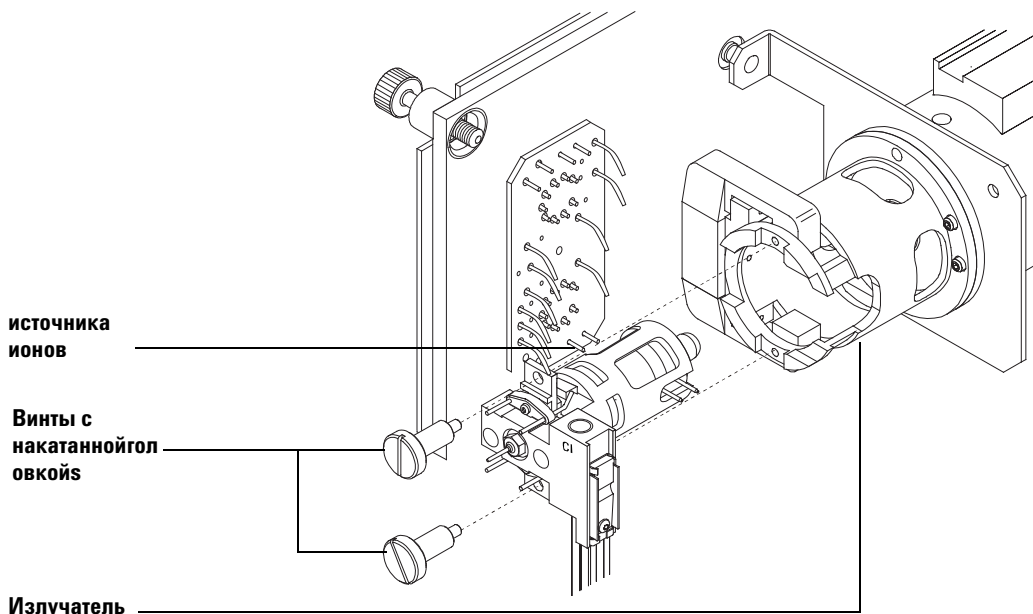

Рис. 31 Установка ионного источника ХИ
- 4 Установите винты с накаткой (Рис. 31).